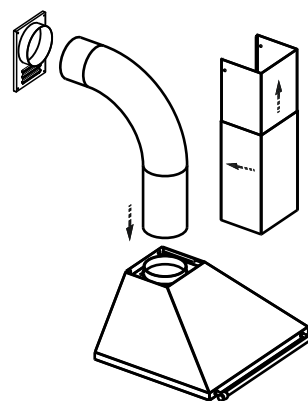

рис. 7
6.3 В зависимости от режима эксплуатации кухонной вытяжки соедините вентилятор с вентиляционной решеткой воздухопроводом (рис. 7) или установите на вентилятор угольные фильтры (режим рециркуляции).
6.4 Установите фальштрубы (рис. 7).